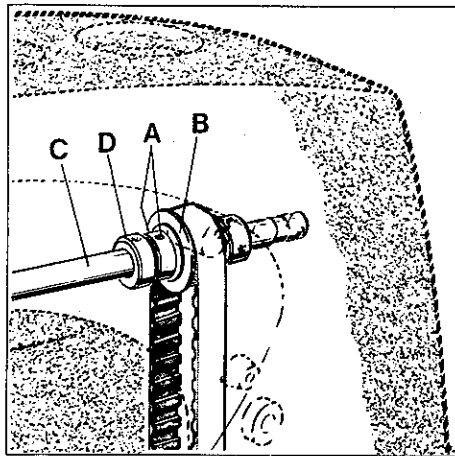

Fig.38
While rotating pulley in operating direction, the spreader should begin to move from its extreme left position to the right as the needle bar descends 1.5 to 2.0 mm (.060 to .080 in.) from top of stroke. Adjustment for timing the spreader travel can be made by loosening the two screws (A, Fig. 38) in the hub of sprocket (B), right inside the arm casting, advance or retard sprocket on shaft for spreader drive (C) as required. Thrust hub of sprocket against collar (D) when retightening screws (A).
Drehen Sie die Handrad-Riemenscheibe in Nährichtung, der Leger soll beginnen sich aus seiner linken Endstellung nach rechts zu bewegen, wenn sich die Nadelstange von ihrer obersten Stellung etwa 1,5 bis 2,0 mm nach unten bewegt hat. Die Legerbewegung läßt sich nach Lösen der beiden Schrauben (A, Fig. 38) in der Nabe des Zahnriemenrades (B), rechts im Maschinenarm und entsprechendes vor- oder zurückdrehen des Zahnriemenrades auf der Welle für Legerantrieb (C) zeitlich abstimmen. Beachten Sie, daß die Nabe des Zahnriemenrads am Stelling (D) anliegt, wenn Sie die Schrauben (A) wieder anziehen.